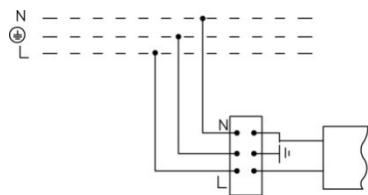

Рис. 1
- Підключення світильника до мережі живлення виконується до клейм L, N, клемної колодки через сальник, що постачається у комплекті (рис. 1).